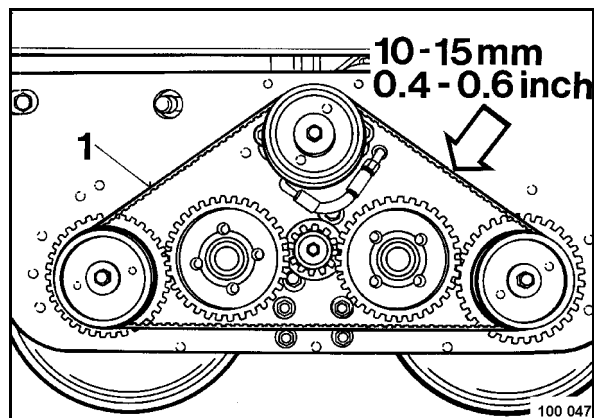

Fig. 73
- Comprobar la correa dentada 1 (Fig. 73) por su estado y tensión. Cambiarla si la correa dentada está dañada.